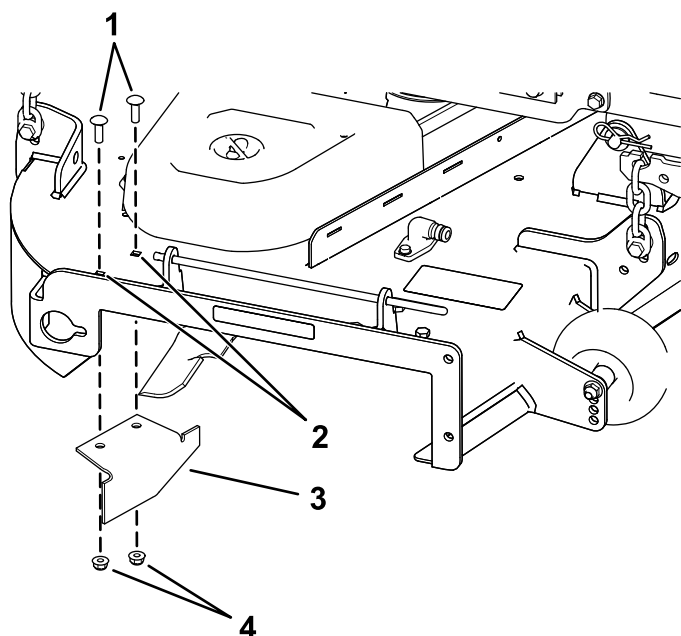

Figura 37
14. Individuate il deflettore di scarico nel sacchetto delle parti sciolte, rimuovete gli elementi di fissaggio dai fori posteriori della piastra di scarico e montate il deflettore sull'apertura dello scarico laterale sul piatto di taglio (Figura 37).